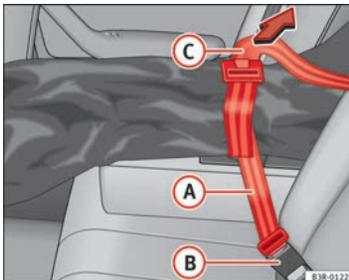

Abb. 127 Sicherung der Durchladeeinrichtung am Gurtschloss
- Den Sicherungsgurt (A) ⇒ Abb. 127 des Sackes in das mittlere Gurtschloss (B) stecken.
- Ziehen Sie den Sicherungsgurt am freien Gurtende (C) straff.